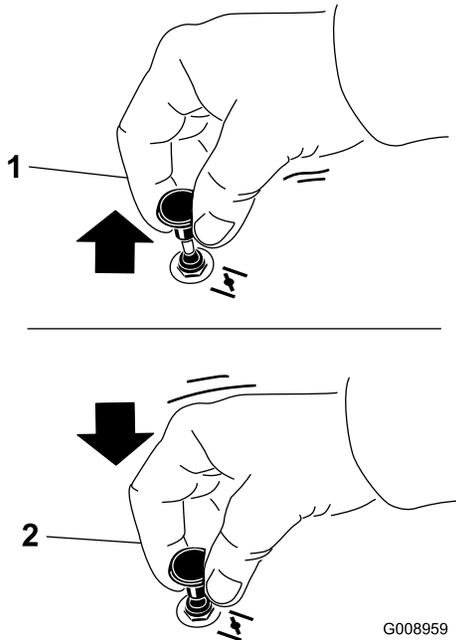

Figura 22
1. Trageți în sus butonul de oc pentru a cupla ocul, înainte de a utiliza comutatorul de contact (Figura 22).
2. Împingeți în jos butonul de oc pentru a decupla ocul după pornirea motorului (Figura 22).